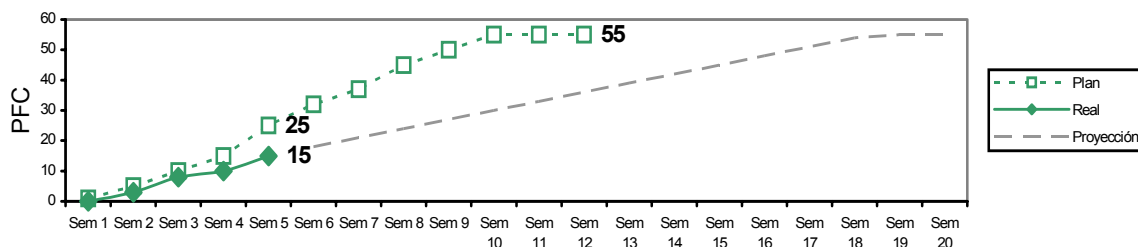

Figura 3–Indicador de Funcionalidad Completa con proyección
c) **Productividad:** se obtiene dividiendo los PFC reales sobre la unidad de tiempo. En la figura anterior, la productividad es 3 PFC x Sem (15 PFC reales / 5 semanas reales). Esto nos permitiría hacer la siguiente extrapolación lineal: necesitaré 13,33 semanas para obtener los 40 PFC restantes (40/3). Puede servir para predecir el futuro (figura 3).